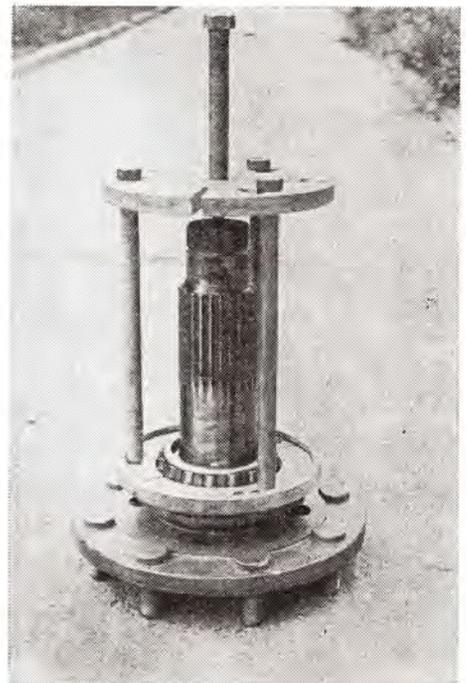

Abb. 79
11. Der Sicherungsring 70×2,5 ist abzunehmen und mit Hilfe einer Abziehvorrchtung (Abb. 79) ist das Kegelrollenlager abzuziehen. Dann wird der Vorderdeckel leicht abgezogen.